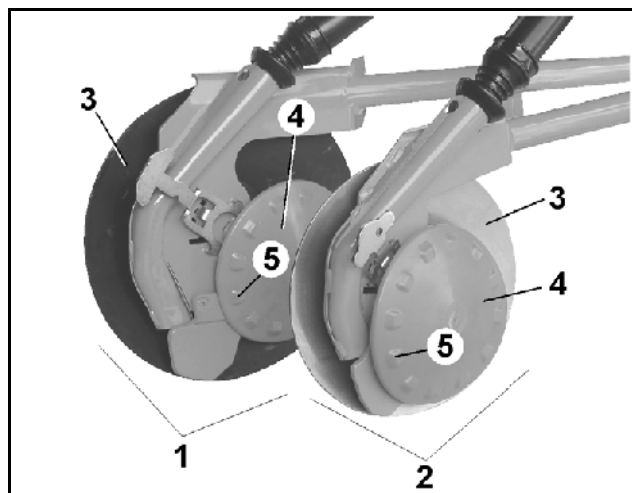

Рис. 19
- Сошник RoTeC (Рис. 19/2)
- Сошник RoTeC + (Рис. 19/1)
Сошник RoTeC фирмы **AMAZONE** подходит для классического и мульчированного посева. Посевная борозда формируется при помощи стального диска и корпуса из высокопрочного чугуна. Обратная сторона диска чистится эластичным полиуретановым диском (PU) (Рис. 19/4), который для этого прижимается к стальному диску. Кулачки (Рис. 19/5) обеспечивают дополнительный привод.
Полиуретановый диск (Рис. 19/4) служит также для ограничения глубины, когда он катится по земле и ограничивает глубину проникновения стального диска в почву. Эта глубина проникновения может устанавливаться на три ступени, от 2 до 4 см (гл.9.5.2). Для глубокого посева более 4 см диск, ограничивающий глубину хода может сниматься без применения инструментов.